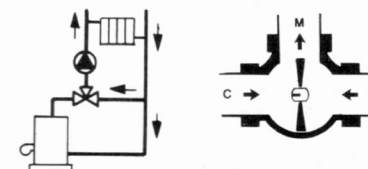

Fig. 6 - Schema d'installazione e sezione di valvola a 3 vie, a rotore, montata come miscelatrice.
- Valvola a 3 vie a rotore, miscelatrice (fig. 6).